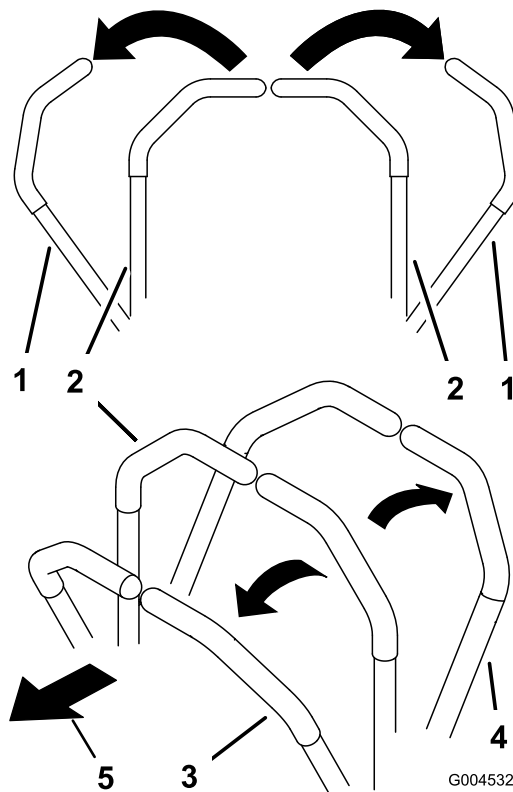

Figure 45
1. Mettez les leviers de commande de déplacement (Figure 45) en position de verrouillage au point mort.
- Pour vous déplacer en ligne droite en marche avant, poussez doucement les leviers de commande de déplacement vers l'avant (Figure 45).
- Pour vous déplacer en ligne droite en marche arrière, tirez doucement les leviers en arrière (Figure 45).
- Pour tourner, ralentissez la machine en tirant les deux leviers en arrière puis poussez en avant le levier du côté opposé à celui que vous voulez prendre (Figure 45).